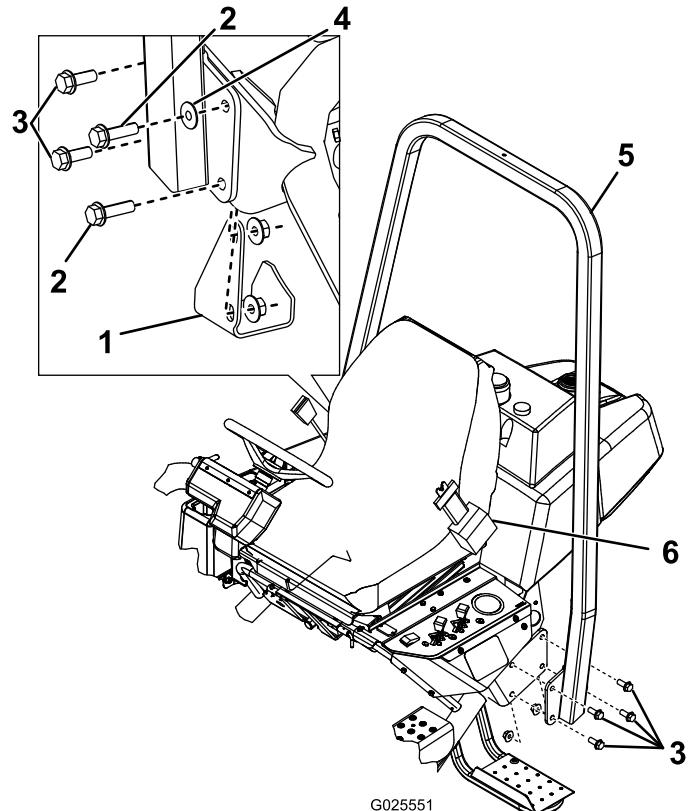

Figura 6
- Abbassate il telaio del sistema ROPS (Figura 6) sulle staffe di montaggio, allineando i fori di montaggio.
- Fissate il lato sinistro del roll bar alla staffa di montaggio con 4 bulloni (1/2 x 1,5 poll.) e dadi di bloccaggio (Figura 6).
- Fissate il lato destro del roll bar e il tampone di sollevamento rimosso in precedenza sulla staffa di montaggio con 2 bulloni (1/2 x 1,5 poll.), 2 bulloni (1/2 x 1,75 poll.), una rondella e dadi di bloccaggio come illustrato in Figura 6.
Importante: Assicuratevi di montare la rondella nella posizione corretta, come illustrato in Figura 6.